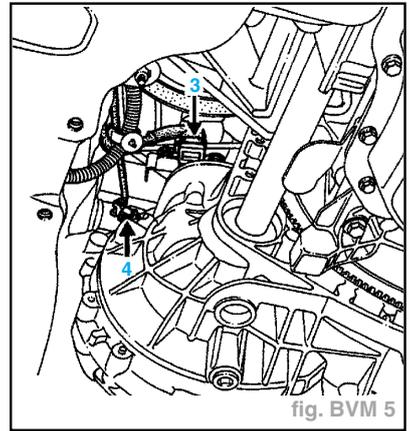

fig. BVM 5
- l'ensemble tachymètre en déposant la vis (3) (fig. BVM 5),
- le capteur de vitesse (4) pour la direction à assistance variable si le véhicule en est équipé,